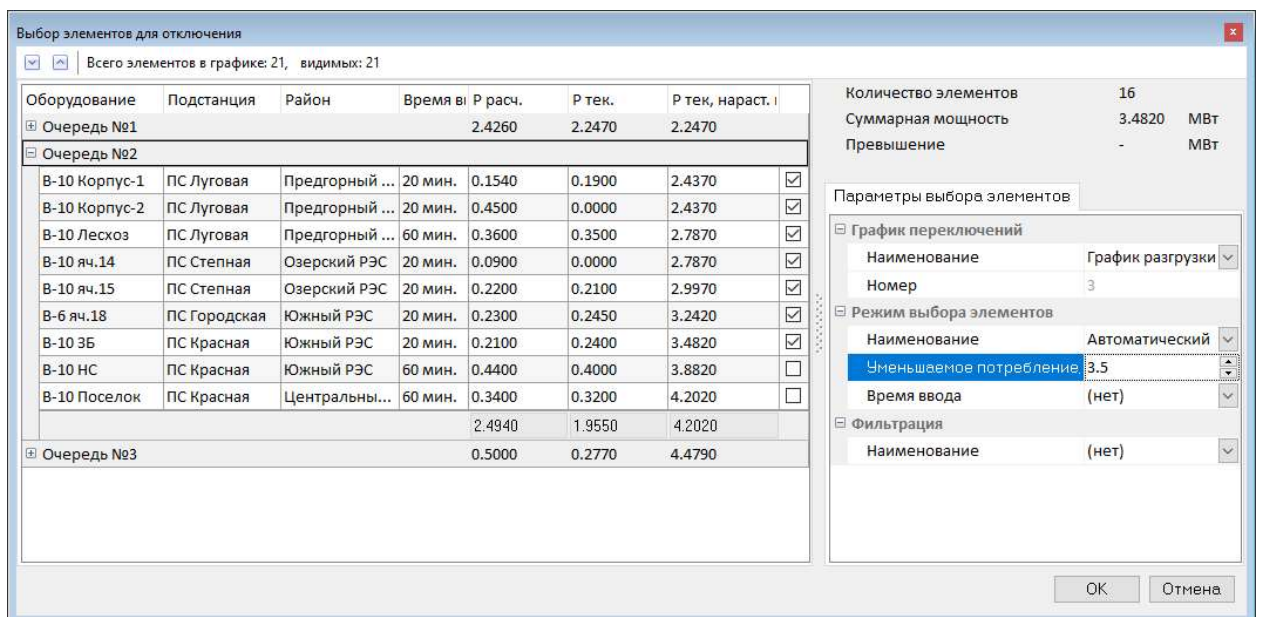

Рисунок 4.22 – Окно выбора элементов для отключения – автоматический выбор с учетом приоритета элементов в очереди
1. Если в настройках переключений установлен признак «**Приоритет элементов переключений в очереди**», то по порядку автоматически выбираются элементы переключений, начиная с первого в списке, так, что суммарная нагрузка этих элементов не превышает введенное значение плюс допустимую погрешность, заданную при настройке графика (Рисунок 4.22).